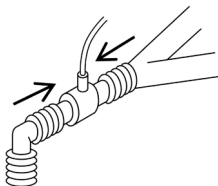

图 1
1. 如图 1 所示，将气道适配器连接到气管导管和呼吸机三通管接头之间呼吸回路的近端。